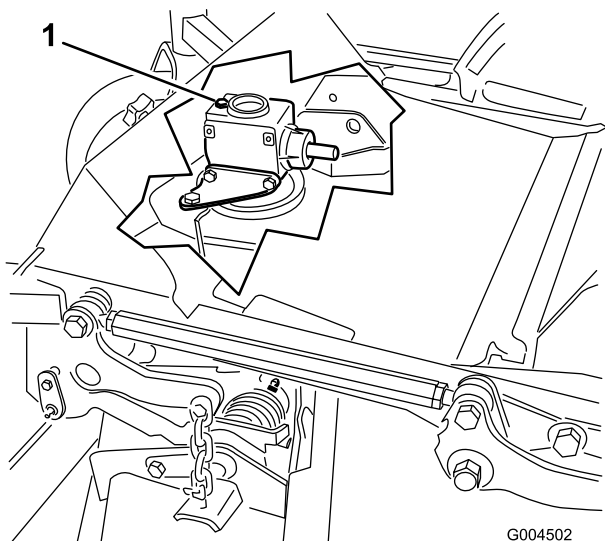

Bild 43
6. Nehmen Sie den Ölpeilstab bzw. die Ablassschraube oben am Getriebe ab (Bild 43) und stellen Sie sicher, dass der Schmiermittelstand zwischen den Marken am Peilstab liegt.
6. Nehmen Sie den Peilstab bzw. die Ablassschraube von der Oberseite des Getriebes ab (Bild 43).